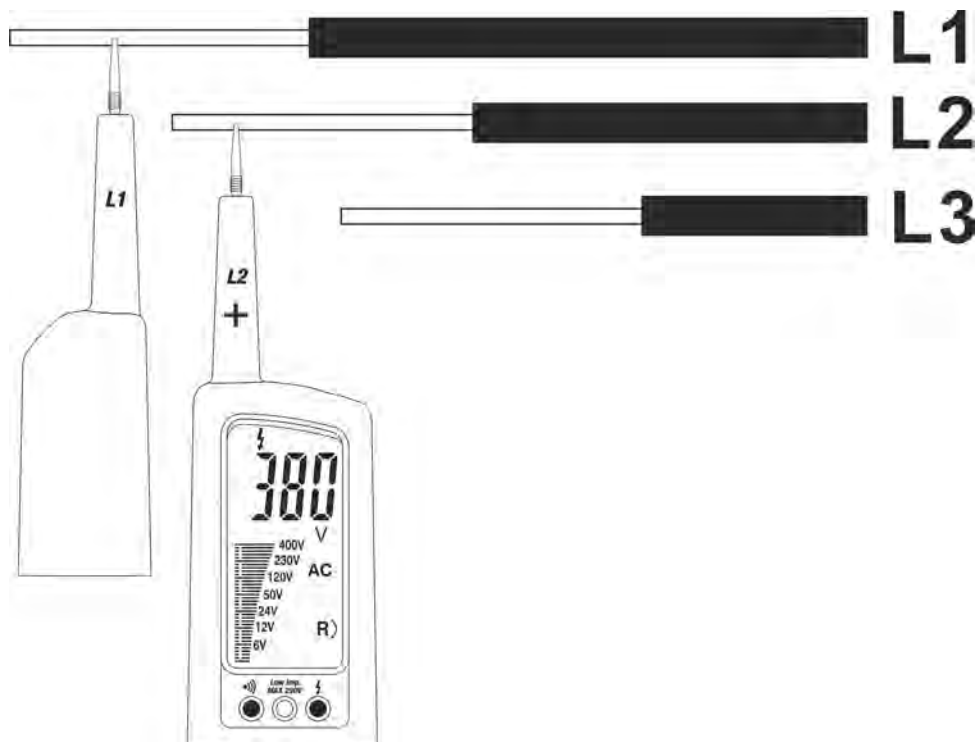

Fig. 6: Detección secuencia de fases
2. Conecte la punta L1 a la fase 1 y la punta L2 a la fase 2 del sistema trifásico en pruebas (ver la Fig. 6). La medida se realiza **solo cuando las puntas están en contacto con los conductores activos**.